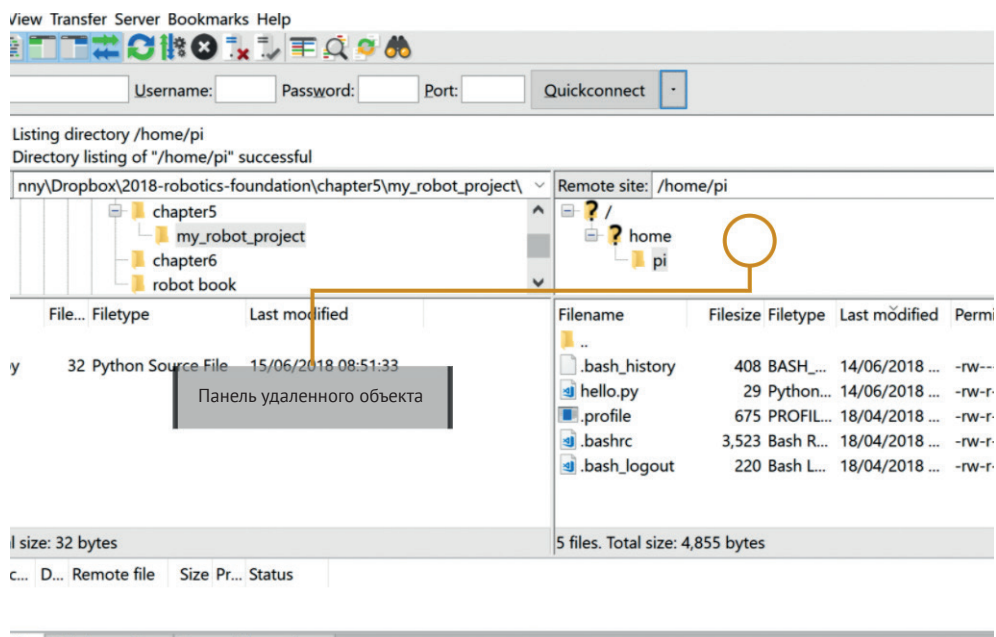

Рис. 5.2. Соединение с Raspberry Pi установлено
8. После установки соединения на панели справа под названием **Remote site** (Удаленный сайт) (рис. 5.2) вы увидите файлы, хранящиеся на Raspberry Pi.